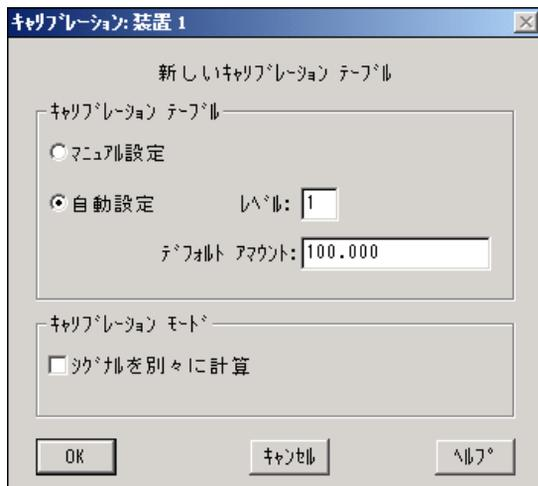

図 9 キャリブレーションダイアログボックス（新しいキャリブレーションテーブルを作る場合）
- 4 キャリブレーションダイアログボックスを表示します (32 ページ図 9 参照) :